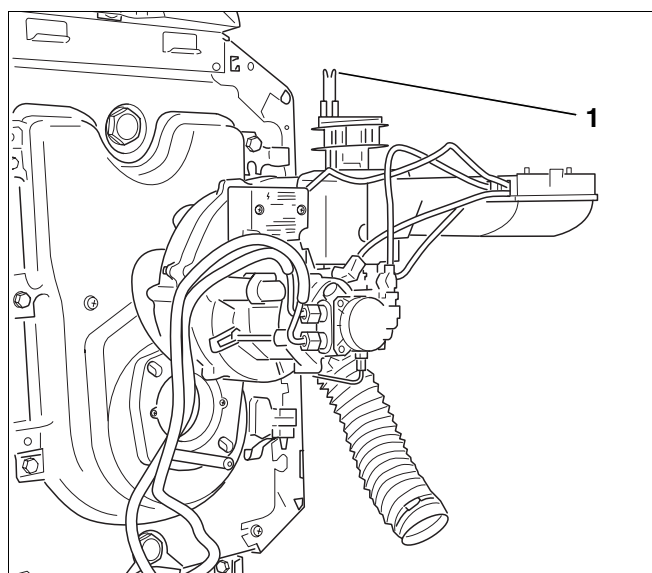

Рис. 32 Установка горелки в положение для обслуживания
- Установить горелку в положение для обслуживания (рис. 32).
На запальных электродах (рис. 32, поз. 1) не должно быть отложений.
- Демонтировать запальные электроды (рис. 32, поз. 1).